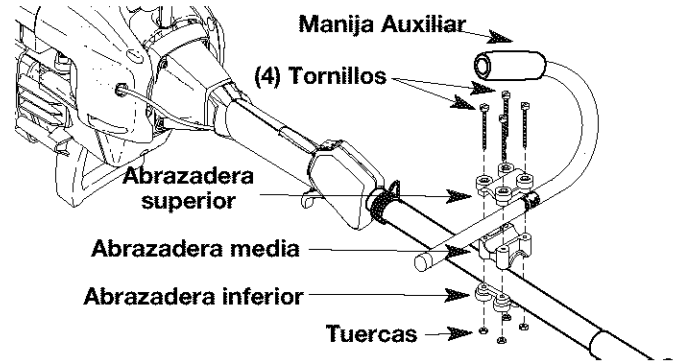

Fig. 1
2. Coloque la manija auxiliar entre la abrazadera media y la abrazadera superior (Fig. 1).
3. Mientras sostiene las tres piezas juntas, instale los cuatro (4) tornillos a través de la abrazadera superior en la abrazadera media.